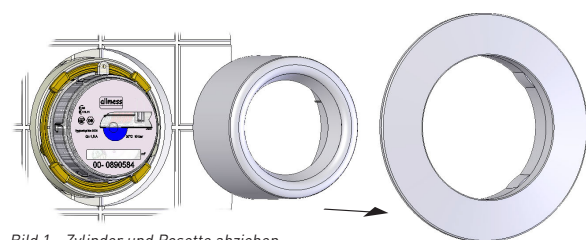

Bild 1 - Zylinder und Rosette abziehen
- Zylinder und Rosette von vorhandenem Zähler abziehen (Bild 1).